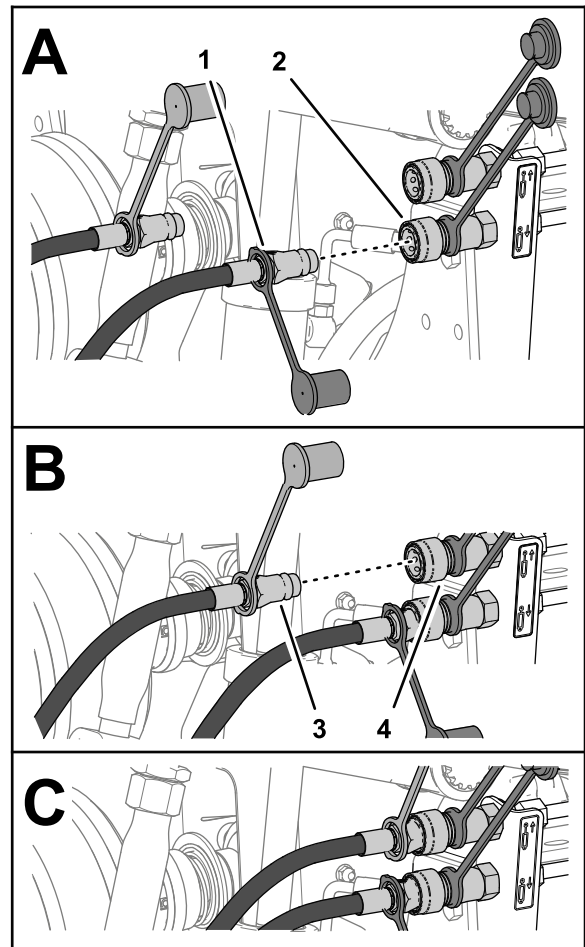

図 33
- シリンダ伸長用ホースのクイックコネクフィッティングを後部アタッチメント下降用回路のクイックディスコネクトカップリングに接続する 図 33。